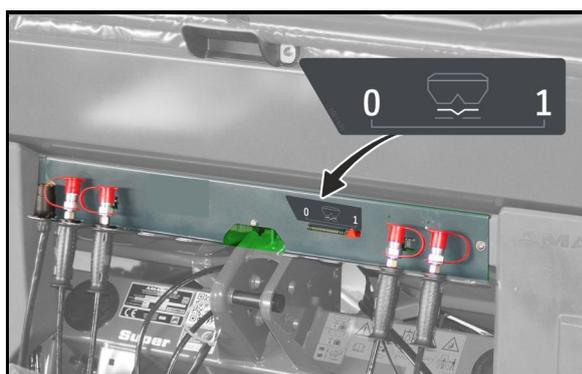

Fig. 20
5. Mettez l'arbre à cardan sur le support prévu à cet effet (Fig. 20).